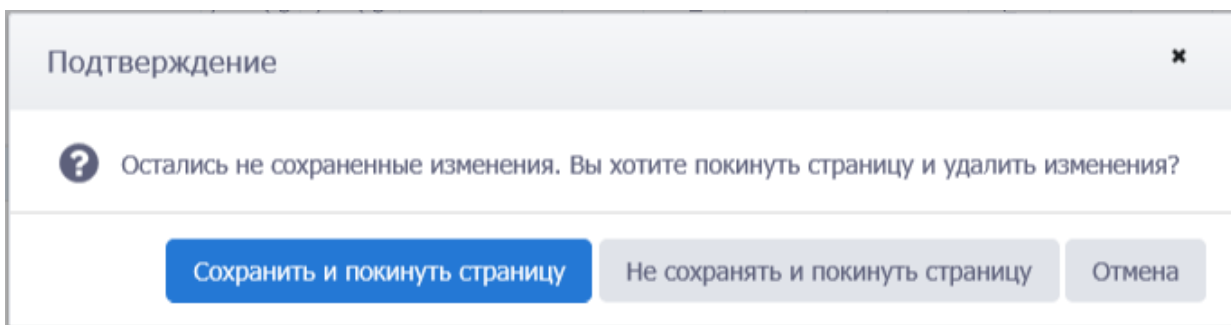

Рис. 2.5
- Автоматическое сохранение при переходе между вкладками. Если переключатель установлен на , то при переходе на другую вкладку будет появляться окно подтверждения сохранения данных (рис. 2.5). Если переключатель установлен на , изменения будут сохраняться автоматически без подтверждения.